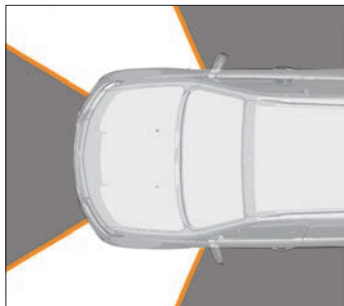

Рис. 2.13. Зоны срабатывания подушек безопасности
- в зонах действия, показанных на рис. 2.13, выделены цветом.